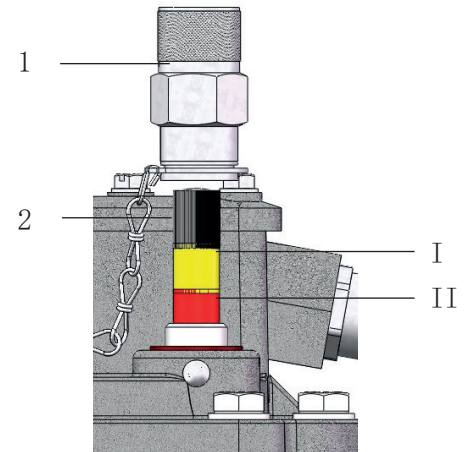

图 12 - 测试按钮
- 拧下大闷盖螺母(图 12/ 1 号)
- 测试按钮(图 12/ 2 号)向下按至一半处(图 12/ I 号), 并保持这一位置, (报警 - 检查上开系统)
- 测试按钮向下按至止挡处(图 12/ II 号), 并保持这一位置, (断路 - 检查下开系统)